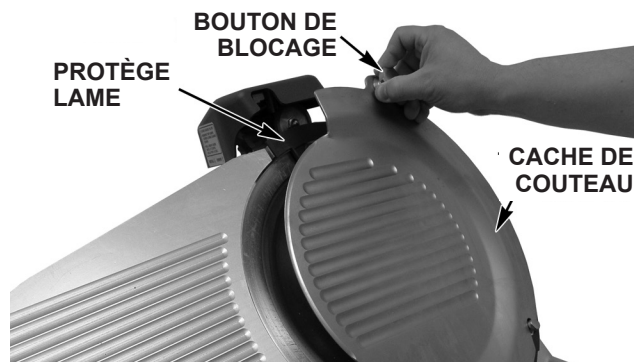

Fig. 10
- Retirez le cache du couteau (Fig. 10) en tirant le bouton de blocage. Le cache du couteau est maintenu par un aimant sous le bouton de blocage.
- Soulevez le protège lame en plastique (Fig. 10) pour le retirer.